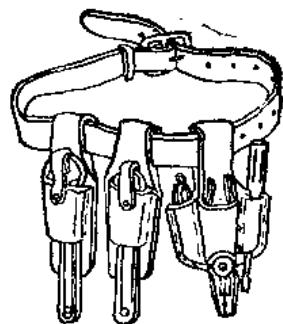

图 1-18 电工工具夹
4. 电工工具夹 它是电工登杆操作时的必需用品，用来插装常用工具，如活络扳手、钢丝钳、螺丝刀和电工刀等。电工工具夹用皮带系结在腰间，工作时这些常用工具可以很方便地取用。电工工具夹的形状如图1-18所示。